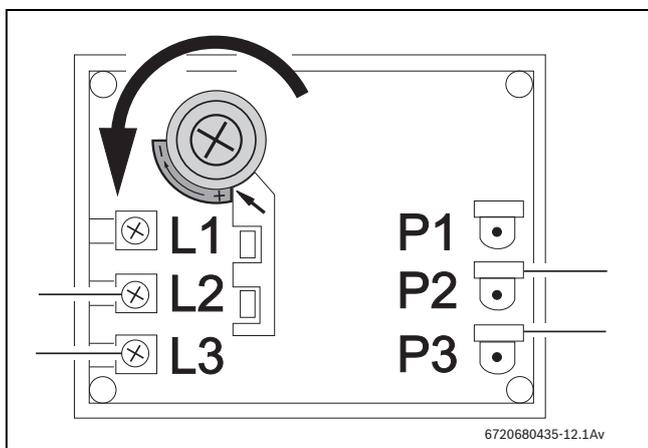

Fig. 13 Termóstato
- ▶ Posicionar o termóstato na posição máxima de temperatura, rodar o selector de temperatura no sentido contrário dos ponteiros do relógio até ao batente, ver Fig. 13.